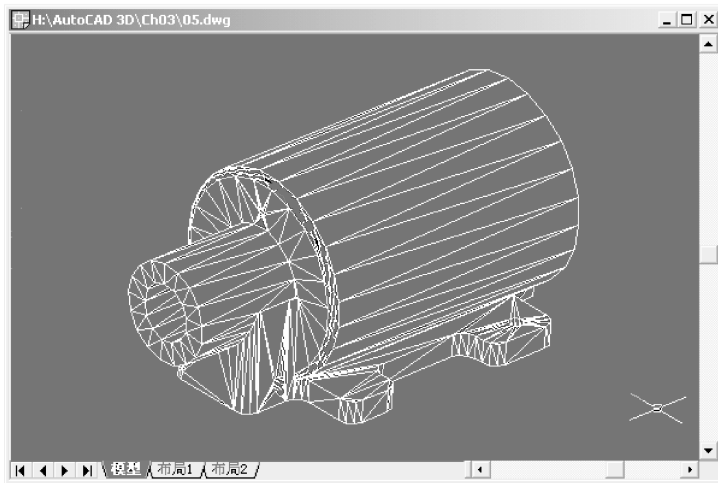

图 3-11 消隐图的示例
(2) 选中快捷菜单中的“着色模式”→“消隐”菜单项，可以使用消隐模式表示三维对象。消隐模式也是使用线框形式表示三维对象，区别在于消隐图中不显示表示后向面的线框。图 3-11 显示了以消隐模式显示的机械模型。